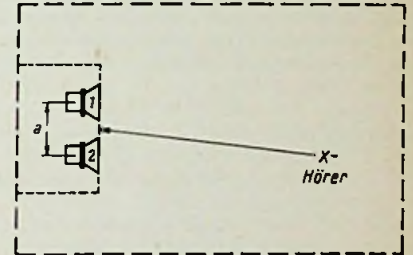

Bild 3. Bei gleichphasiger Erregung beider Lautsprecher lokalisiert der Hörer das Schallzentrum für alle Frequenzen in der Mitte zwischen beiden Lautsprechern
Wie Bild 5 zeigt, sind an der vorderen Schallwand in üblicher Weise nebeneinander zwei Lautsprecher vorgesehen, von denen jeder mit Rücksicht auf Ziffer 1 d oben hohe, mittlere als auch tiefe Frequenzen überträgt. Die Lautsprecher werden mit annähernd gleicher Leistung gespeist. Schwingen sie dabei mit gleicher Phasenlage, so bildet sich in der Mitte zwischen beiden Lautsprechern für den Hörer ein scheinbares Schallzentrum aus, wie Bild 3 zeigt. Der Effekt beruht auf einer scharfen Bündelung der Schallwellen.
Bei tiefen Frequenzen unterhalb einer bestimmten Frequenz f_0 werden die beiden Lautsprecher in jedem Fall gleichphasig gespeist. Für die mittleren und hohen Frequenzen ($f > f_0$) kann dagegen wahlweise gleich- oder gegenphasiger Betrieb eingeschaltet werden. Dadurch bildet sich für diesen Frequenzbereich entweder eine einzige, scheinbare Schallquelle (Bild 3), oder aber eine räumlich ausgedehnte Schallquelle mit mehreren scheinbaren Zentren aus (Bild 4). Die Übergangsfrequenz f_0 braucht dabei nicht mit der nach Gleichung (2) definierten Grenzfrequenz f_g identisch zu sein, sondern es genügt die Bedingung